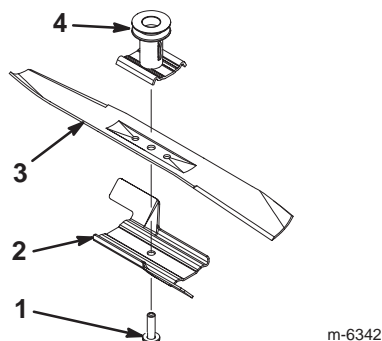

Figure 23
2. Enlevez le boulon de lame, l'accélérateur et la lame (Fig. 23).
1. Installez une lame Toro équilibrée et bien affûtée, l'accélérateur et le boulon de lame (Fig. 23).